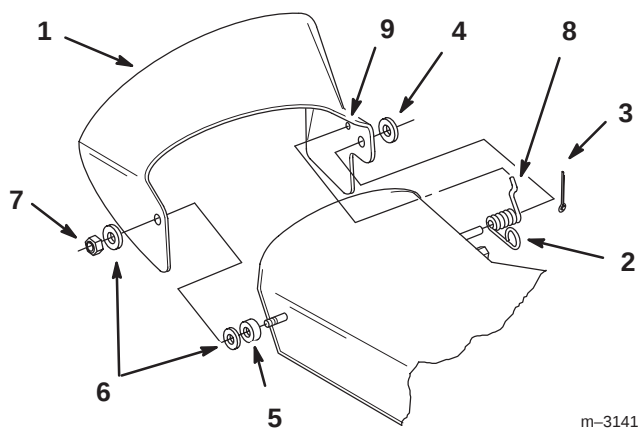

Figure 2
1. Placez l'extrémité courte du ressort dans le petit trou du déflexeur d'herbe (Fig. 2).
2. Placez le ressort et le déflexeur d'herbe sur l'ergot à l'arrière du plateau de coupe et les fixer avec une rondelle (1/2") et une goupille fendue (3/4") (Fig. 2).
4. Placez le déflexeur d'herbe sur le goujon et le fixer à l'aide d'une deuxième rondelle en plastique et d'un écrou de blocage (3/8") (Fig. 2).